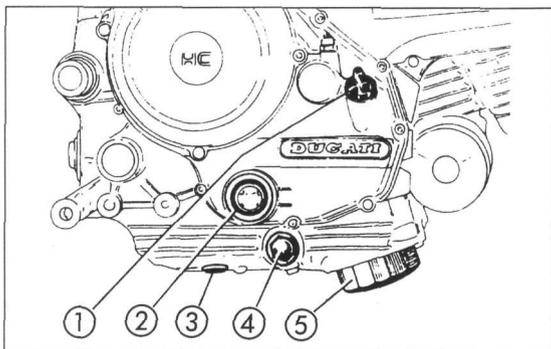

Bild 36
- Motorrad sicher aufbocken und geeignetes Auffanggefäss (mindestens vier Liter Fassungsvermögen) unterziehen, die Ölablass-Schraube (Bild 36) ausdrehen.
- Siebfilter ④ (Bild 36) nach Ausdrehen mit alter Zahnbürste in Waschbenzin oder Reinigungslösung reinigen, mit Druckluft freiblasen und mit neuer Dichtung wieder eindrehen. Ölfilter hat die **Aufgabe**, kleinste Partikelchen aus dem Motoröl herauszufiltern. Sobald der Motor läuft, befindet
- ⚠ Ölfilter ⑤ Bild 36 deshalb bei jedem Ölwechsel erneuern.